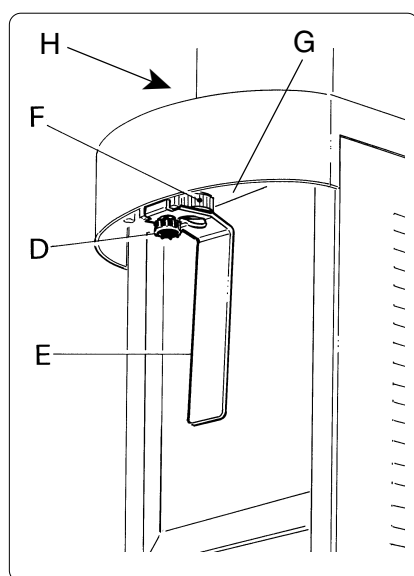
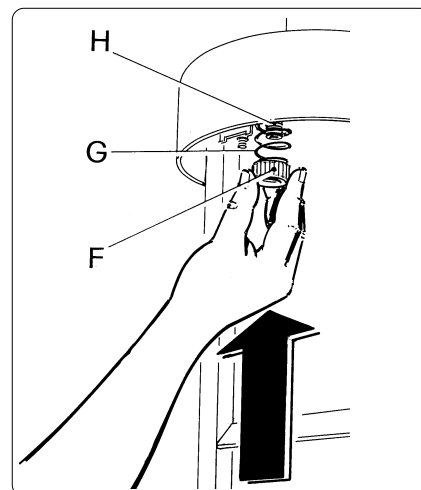

Fig. 5
Fig. 6
- Smontare il rubinetto in sequenza (fig. 5): svitare il pomello (D), estrarre la leva (E), svitare la rondella dentata (F) e la molla (G) dopodichè estrarre dalla parte superiore la boccola (H).
- Pulire dettagliatamente la vasca (A), la pala mescolatrice (C) e tutti i componenti che formano il rubinetto, con acqua calda e detersivo per le stoviglie.
- Per il rimontaggio del rubinetto procedere come segue (fig. 6,7 e 8):
- collocare la boccola (H) dalla parte superiore;
- dalla parte inferiore collocare la molla (G) e la rondella dentata (F) spingendola verso l'alto e nel medesimo tempo avvitandola in senso orario.
- Per il rimontaggio della pala mescolatrice (C) appoggiarla sopra al proprio albero di rotazione senza esercitare forza eccessiva.
- Per il rimontaggio della vasca (A) inumidire con acqua la guarnizione della vasca e spingerla con due mani dalla parte superiore verso il basso in modo che si allinei completamente con la sua sede.